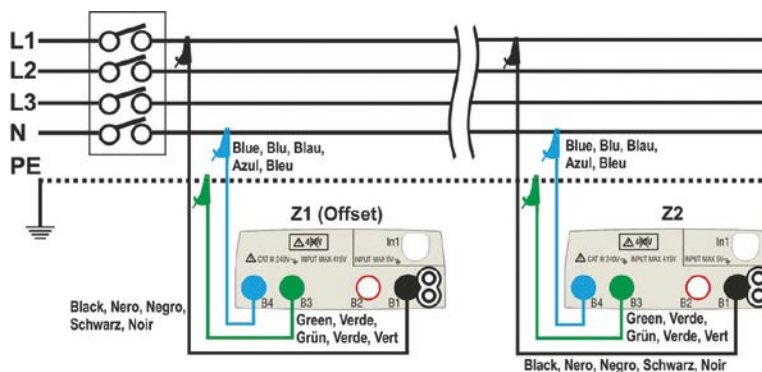
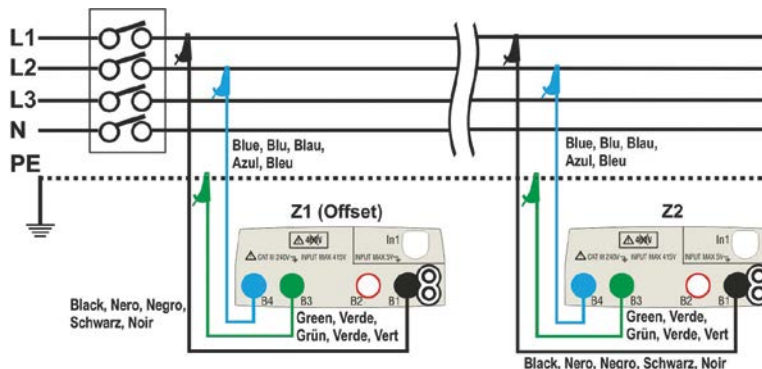

Fig. 32: Aansluiting van het instrument voor de L-N-modus spanningsvalmeting.
Fig. 33: Aansluiting van het instrument voor de L-L-modus spanningsvalmeting.
6. Ga naar nr. 9 als de waarde van Z1 (Offset) handmatig is ingesteld. **Als de waarde van Z1 (Offset) NIET handmatig is ingesteld** sluit u het instrument zo dicht mogelijk aan bij de beveiliging van de groep die wordt getest (meestal direct op de beveiliging) in overeenstemming met Fig. 32 of Fig. 33 om de eerste **Z1 (Offset)** impedantiemeting uit te voeren. In dit geval meet het instrument de impedantie aan het begin van de groep en neemt die als uitgangspunt. Het volgende scherm (de L-L-meting waarnaar wordt verwezen) verschijnt op de display.
9. Sluit het instrument aan op het verste punt van de groep die wordt getest conform Fig. 32 of Fig. 33 om de **Z2**-impedantie aan het einde van de groep te testen. Het scherm hiernaast verschijnt op de display. U ziet dat de eerder gemeten Z1 (Offset) -waarde wordt weergegeven.